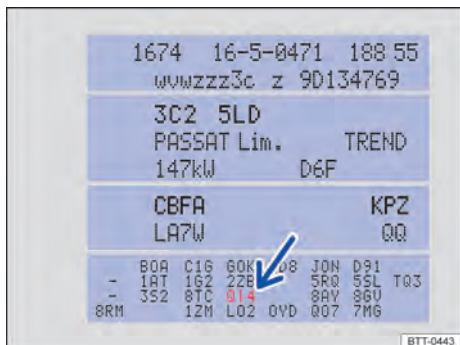

Fig. 264 Adhesivo portadatos del vehículo con núm. PR del servicio correspondiente (representación esquemática).
- Consulte el número PR que figura en el adhesivo portadatos del vehículo → fig. 264 (flecha) → pág. 403.